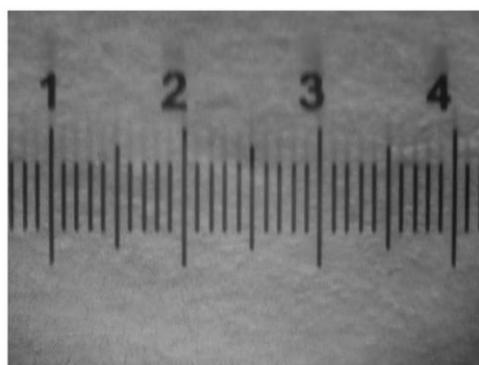

图 9 测微尺（左）与软件窗口中显示的测微尺刻度线（右）
5. 测微尺：量程是 10.00 mm，最小分度是 0.1 mm。供电子目镜定标用。如图 9
在“相机列表”下点击电子目镜（数字或文字表示）。在屏上软件窗口中显示测微尺上刻度线（色彩模式选“灰色”）。上下调节镜筒，直到在显示屏上能看到清晰的测微尺上刻度线。调节测微尺位置，使测微尺刻度线标尺处在水平位置，如图 9。在菜单栏“选项”中选择“定标”，打开定标界面。注意：在定标前先在菜单栏“选项”中选择“放大率”，清空所有以前同学设置的定标值。在“定标”界面中拉动左右 2 根定标线，2 根定标线的间距越大越好。把长度（2 根定标线的间距）值输入到弹出的“定标”界面中的定标框实际长度空格中，单位：毫米。这时，有效数字应取几位？最后把实际长度值与对应的像素数值填入实验报告表 1 中。